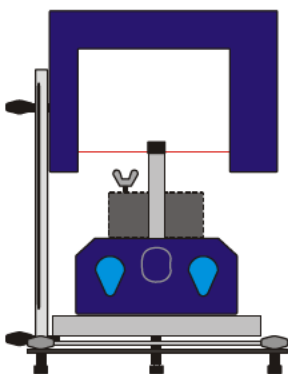

Fig. 2 Ausrichtung der Lichtschranke
- Lichtschranke mittels Halter an der 10-cm-Marke der Fahrbahnskala befestigen und in der Höhe so ausrichten, dass der Lichtstrahl nur durch den Unterbrecher unterbrochen wird und nicht durch die Flügelschraube der Zusatzmasse, sobald sich der Wagen bewegt, siehe Fig. 2.